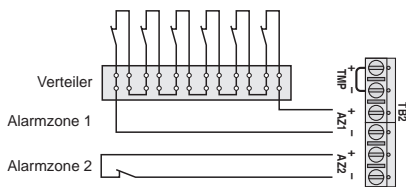

Abb. 6 Öffnungsmelder (Reedkontakte) für Fenster und Türen
Der Anschluss von Öffnungssensoren ist auf der nächsten Seite in der Abb. 6 dargestellt.
1. Zum Anschluss mehrerer Melder an eine Alarmzone einen Verteiler verwenden (siehe Abb. 6, Alarmzone 1).